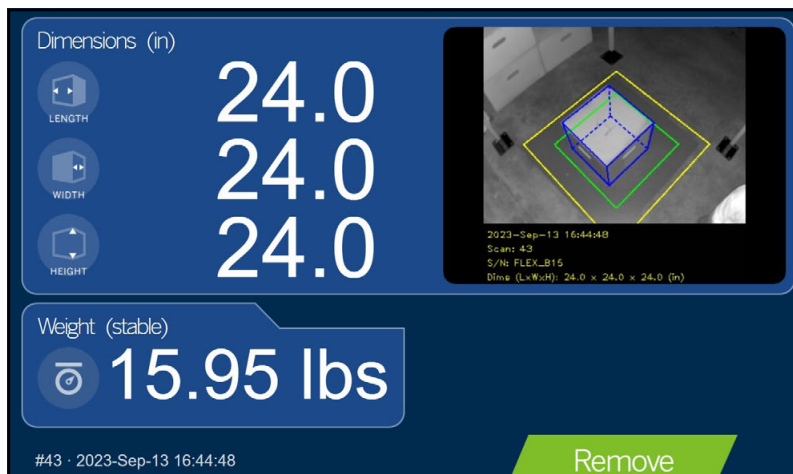

Figura 5-20. Pantalla del cliente
**NOTA:** La pantalla de visualización que se muestra en Figura 5-20 es una unidad de dimensionamiento diferente y solo se utiliza como referencia.